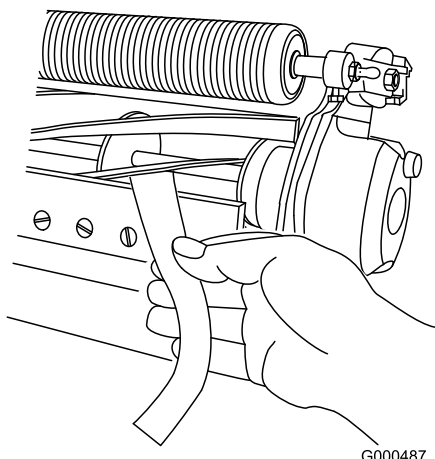

Figure 5
B. Insérez une longue bande de papier de performance de coupe entre le cylindre et la contre-lame, perpendiculairement à la contre-lame (Figure 5), puis tournez **lentement** le cylindre en avant ; il devrait couper le papier ; s'il ne le fait pas, répétez les opérations A et B jusqu'à ce que le papier soit coupé.
11. Insérez une longue bande de papier de performance de coupe entre le cylindre et la contre-lame, perpendiculairement à la contre-lame (Figure 5), puis tournez le cylindre **lentement** en avant ; il devrait couper le papier ; s'il ne le fait pas, tournez chaque boulon de réglage de la barre d'appui de 1 cran dans le sens horaire et répétez cette opération jusqu'à le papier soit coupé.